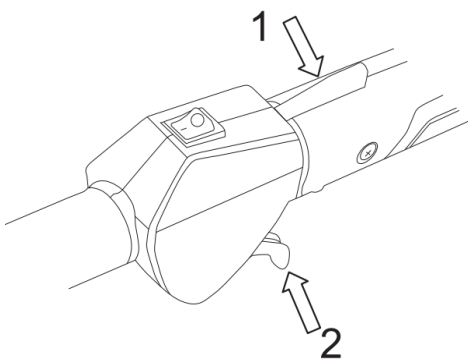

Fig.12
6) Après le démarrage du moteur, Appuyez sur la commande de sécurité (1), appuyez sur la commande d'accélérateur (2), laissez le moteur tourner pendant 2 à 3 minutes afin qu'il se réchauffe avant de débiter tout travail. (Fig.12)